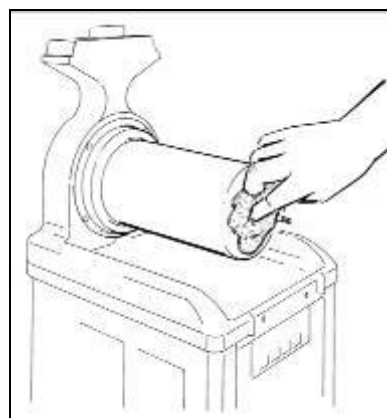

Fig. 11
- **L**avare accuratamente l'evaporatore ed il piano raccogli condensa, rimuovendo ogni residuo di prodotto con una spugna pulita imbevuta di sanitizzante (vedi fig.11).